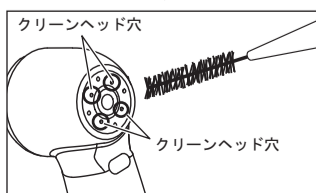

図16
- 2 クリーンヘッド穴まわりの汚れを歯間ブラシ等で落とします (図16)。